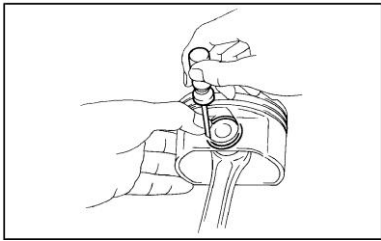

Рисунок II-195
1) Используйте тонкую шлицевую отвёртку, чтобы снять замочные кольца поршневого пальца. (см. Рисунок II-195)